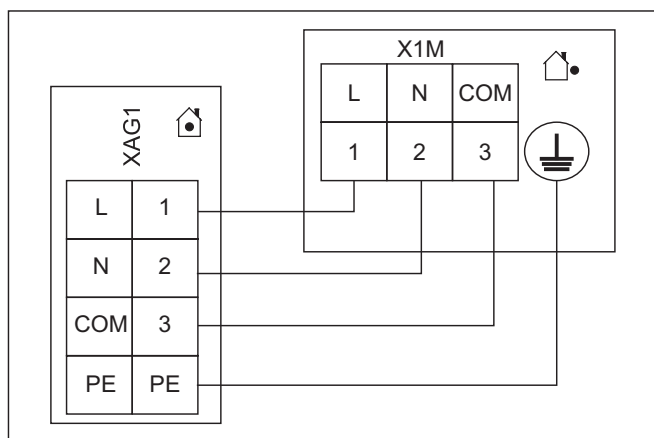

Fig. 44-35 Conexión de la unidad exterior de bomba de calor
- 2 Conectar la unidad exterior de bomba de calor a la regleta de bornes XAG1 (véase Fig. 44-35).